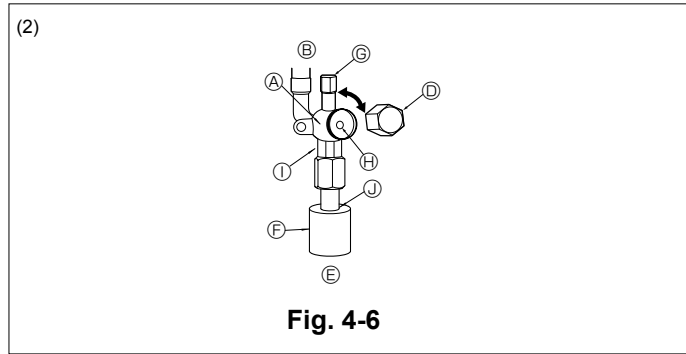

Fig. 4-6
- Côté liquide de A24-A42 et côté gaz/liquide de A12, A18 (Fig. 4-6)
- (A) Vanne
- (B) Côté appareil
- (C) Coté de fonctionnement
- (D) Capuchon
- (E) Côté tuyau local
- (F) Gaine du tuyau
- (G) Orifice pour l'entretien
- (H) Orifice pour la clé